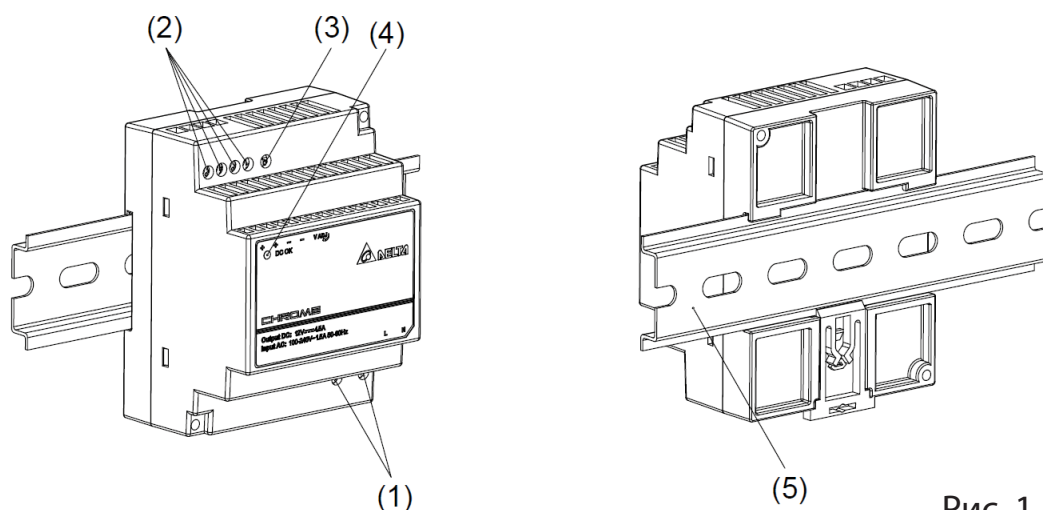

Рис. 1
5.2 Исходящее подключение (рис. 1(2))
Используйте клеммы «+» и «-» для подключения аксессуаров 15 В постоянного тока. Выходное напряжение можно регулировать с помощью потенциометра в диапазоне от 12 до 15,3В постоянного тока. Зеленый светодиод показывает корректную работу выхода (рис. 1(4)). Устройство имеет защиту от короткого замыкания и перегрузки, а так же защиту от перенапряжения, ограниченную 19,5В постоянного тока.